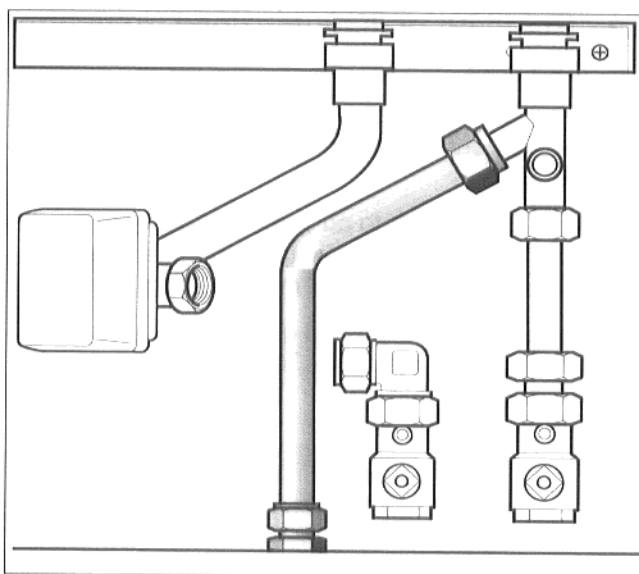

Fig. 6: tubo di raccordo ritorno accumulatore acqua calda sanitaria
- Montare il tubo di raccordo tra l'accumulatore ed il pezzo di collegamento per il ritorno 45°. Tenere presente le guarnizioni piatte e l'anello di serraggio! (Fig. 6).